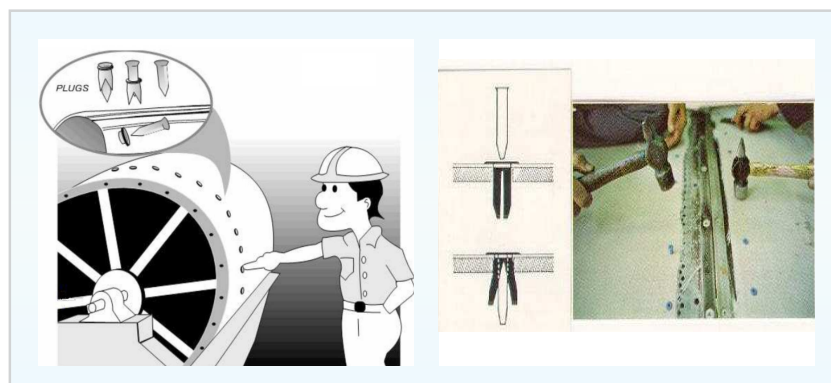

Figura 6: Fijación por plugs.
- **Plugs:** son tarugos de plástico insertos en los orificios del filtro. Se recomienda posicionarlos en hileras a cada dos metros por toda la extensión del filtro, según muestra la figura 6;